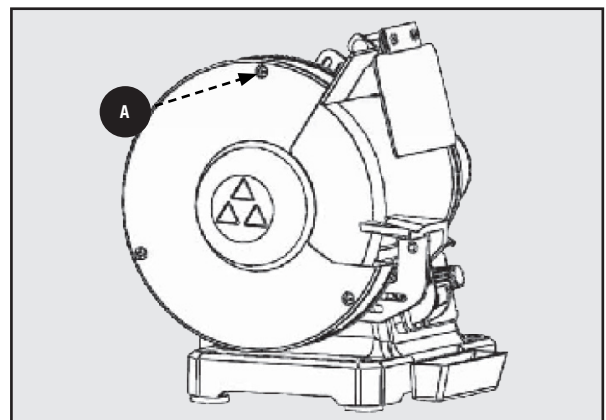

Figure 4
1. Retirez les deux vis **A** en retenant la face externe du carter de meule contre le cadre de l'outil. Vous devez également retirer le long boulon de carrosserie qui fixe le support du porte-outil en retirant le grand bouton de verrouillage inférieur. Voir Figure 4.
4. Réattachez et fixez le fait extérieur de la protection des roues au cadre de l'outil à l'aide des vis **A** en inversant l'étape 1. Voir la Figure 4.
Pour les étapes 1-4, consultez les Figures 4 et 5 sur la page 11 :